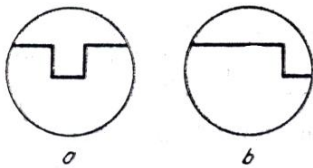

Figura 3. Efectul circuitului de intarziere:
- Circuitul de intarziere are rolul de a intarzia semnalul astfel incat acesta sa se aplice placilor Y dupa ce baza de timp a inceput sa functioneze. In figura 2 d este reprezentata diagrama tensiunii  $U_y$ , intirziata fata de tensiunea de la intrare,  $U_i$  cu timpul  $t$ . Daca nu s-ar folosi circuitul de intarziere, semnalul s-ar aplica placilor Y cand spotul este stins si baza de timp blocata, ceea ce ar face ca inceputul semnalului sa nu mai apara pe ecran (figura 3 a). Cu circuitul de intarziere semnalul se vizualizeaza corect (figura 3 b).